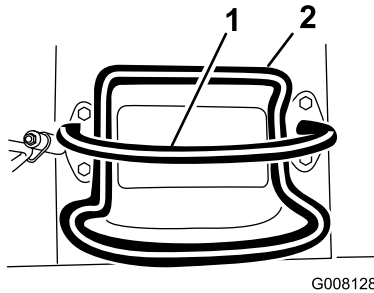

Figura 9
- Para detener la máquina, suelte el control de tracción (Figura 9).